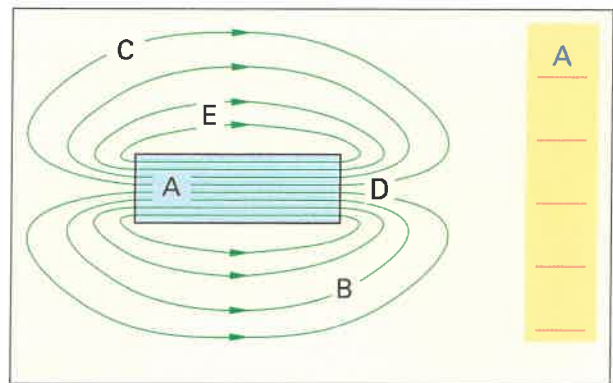

Bild 3: Homogenes und inhomogenes Magnetfeld
13. Ordnen Sie die im Bild 3 mit Buchstaben gekennzeichneten Feldbereiche nach ihrer abnehmenden Feldliniendichte.